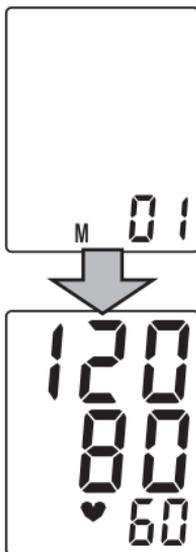

Рис.5
3. Просмотреть содержимое памяти прибора Вы можете, нажав кнопку М. При первом нажатии кнопки М на экране появится среднее значение трех последних показаний, хранящихся в памяти прибора с индексом «А». При повторном нажатии кнопки М на экране кратковременно отобразится индекс «1» (номер ячейки памяти), после чего появится результат последнего измерения (рис. 5).